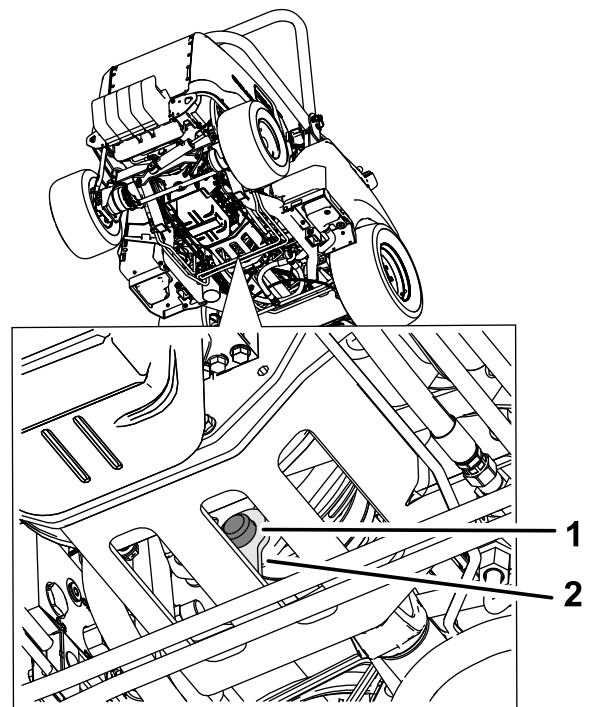

Figura 79
3. Retire el tope de goma del retenedor metálico y el embrague (Figura 79).